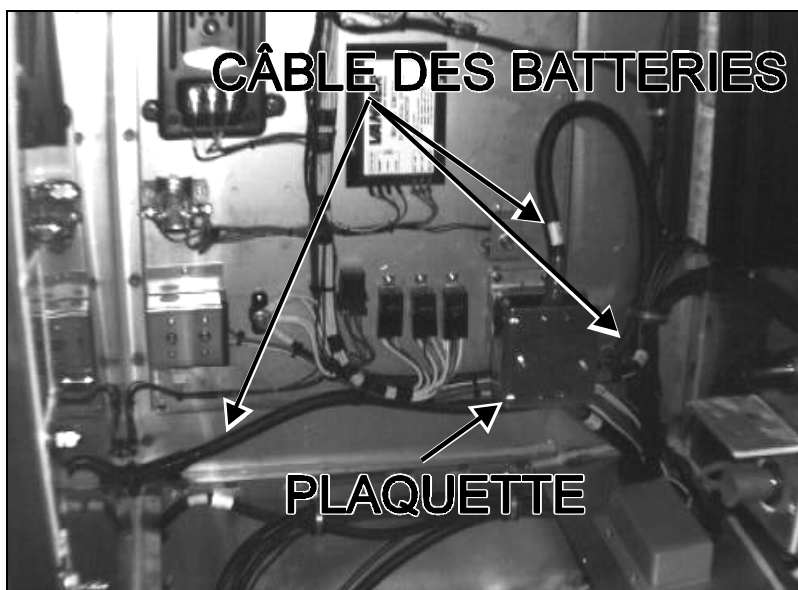

FIGURE 2: COMPARTIMENT PRINCIPAL D'ALIMENTATION SUR LES H3
2. Enlever les deux câbles endommagés, branchés sur la borne 1 du démarreur. Pour enlever complètement le câble des batteries, vous devez suivre le câble à partir du démarreur jusqu'à son extrémité opposée. Par exemple, sur les véhicules H3, l'extrémité opposée du câble des batteries est située dans le compartiment principal d'alimentation (Fig. 2) sous une plaquette. Pour enlever le câble, vous devez dévisser les deux vis de retenues de la plaquette ainsi que l'écrou.
5. Fixer sous la plaquette (Figure 2, véhicules H3) une extrémité du nouveau câble des batteries (voir tableau ci-dessus pour le numéro Prévost). Si applicable, reposer la plaquette en vissant les vis de retenues.